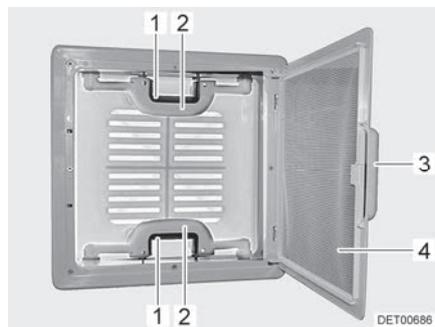

Fig. 18 Claraboya con cierre de resorte
- Tirar del tirador (Fig. 18,3).
- Plegar hacia abajo la protección contra insectos (Fig. 18,4).
- Presionar el cierre de resorte (Fig. 18,1) hacia el lado interior de la claraboya. Presionar simultáneamente hacia arriba la claraboya con el tirador (Fig. 18,2).
- Plegar hacia arriba la protección contra insectos (Fig. 18,4) hasta que engatille.
- Tirar la claraboya enérgicamente hacia abajo por los dos tiradores (Fig. 18,2), hasta que los dos cierres de resorte (Fig. 18,1) hayan engatillado.